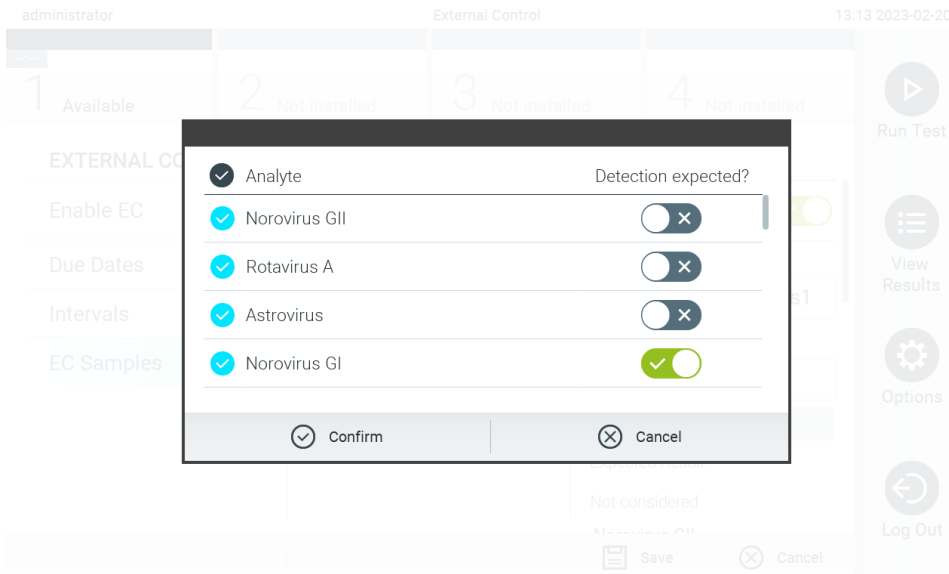

Abbildung 79. Probenbearbeitungsbildschirm External Control EC (Externe Kontrolle)
10. Wählen Sie **Configure** (Konfigurieren) zum Bearbeiten der Analyten in einem Test zur externen Kontrolle (Abbildung 78). In der Konfiguration Externe Kontroll-EC-Probe kann festgelegt werden, ob ein Analyt für den Externen Kontroll-EC-Lauf in Frage kommt und ob ein Nachweis erwartet wird (Abbildung 79).